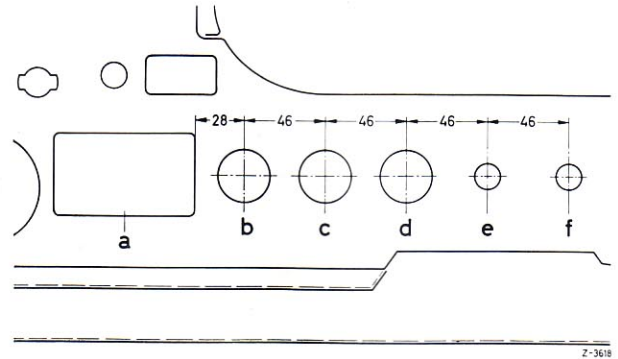

Bild 67-1/17
14. Verzögerungsrelais (18) mit der Linsenblechschraube und Scheibe nach Bild 67-1/20 und 21 anschrauben (bei Rechtslenker-Fahrzeugen spiegelbildlich).